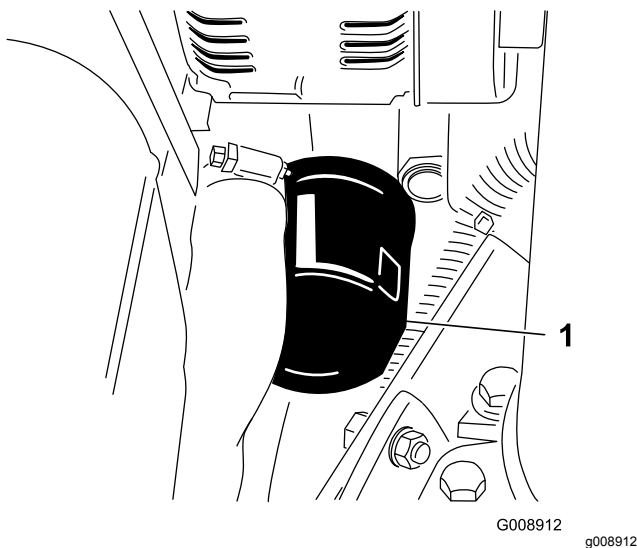

Figura 64
2. Retire o filtro do óleo (Figura 64).